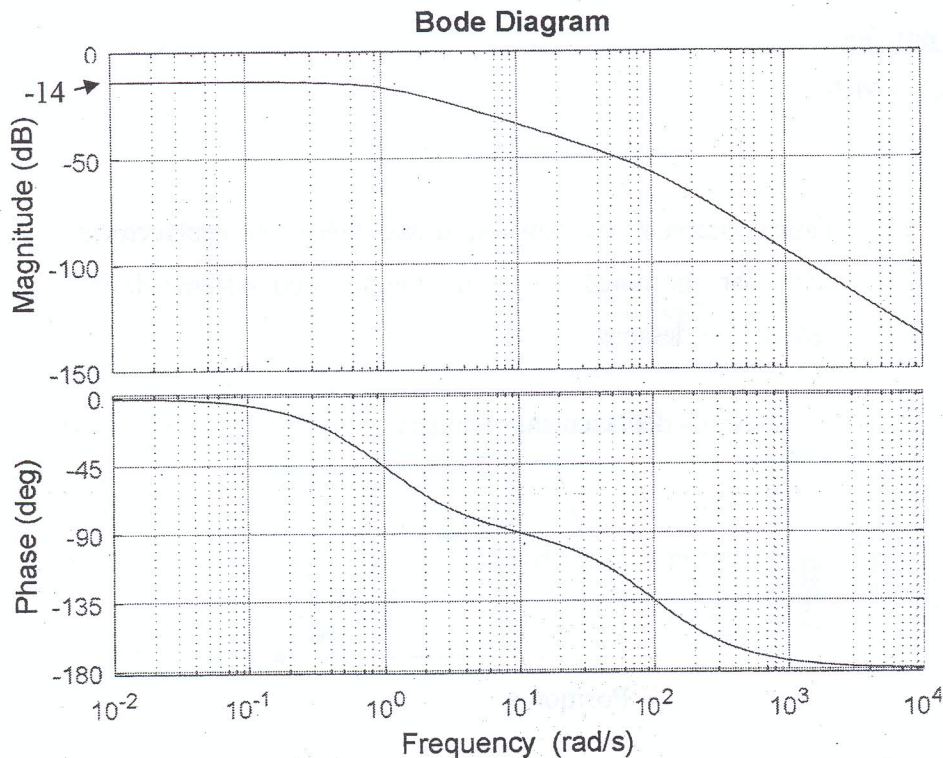

Figure 3 : Diagramme de Bode de $H(p)$
1. La courbe de réponse fréquentielle du moteur est représentée sur la figure 3.